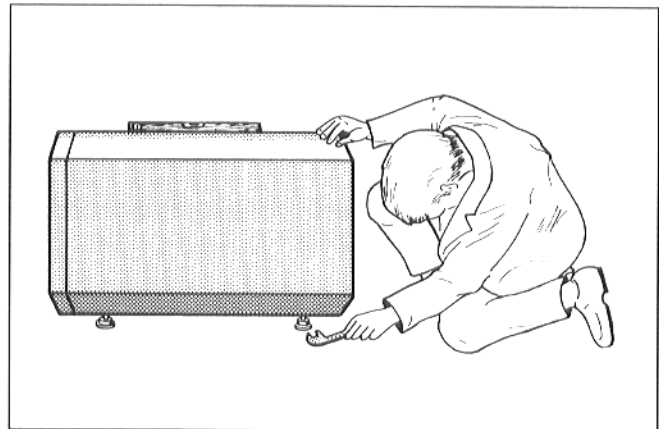

Fig. 4
- Brugsvandsopvarmningsbeholderen bringes i vater ved at justere bundskruerne med let stigning bagud (Fig. 4).